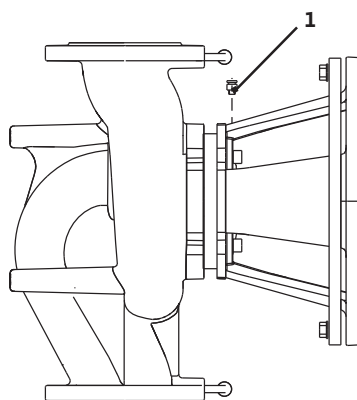

Fig. 41: Udluftningsventil
- Udluft pumperne ved at løsne udluftningsventilerne (Fig. 41, pos. 1). Tørløb ødelægger pumpens akseltætning. Differenstryktransmitteren må ikke udluftes (fare for ødelæggelse).